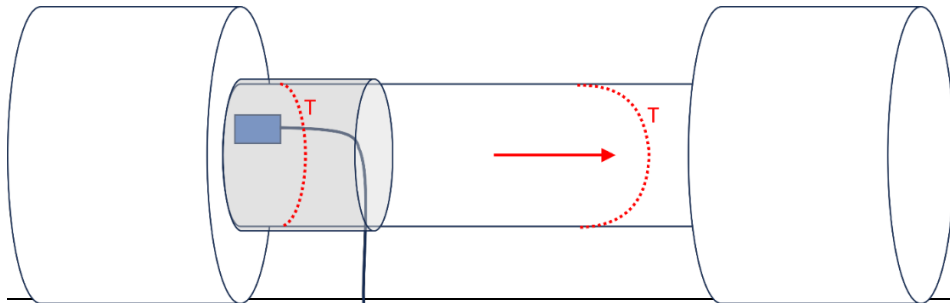

Abbildung 5: Optimale Position Montage PT100 nach Dämmung für ungestörtes Temperaturprofil
- 1) Messstelle (Rohr) auswählen und vorbereiten (Abbildung 5):